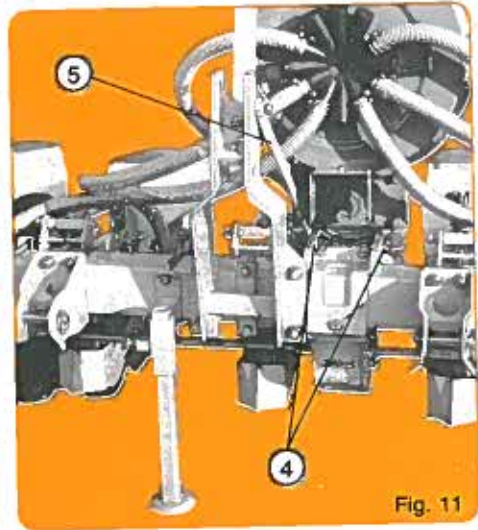

Fig. 11
Les chapes latérales d'attelage ordinaire ① et semi-automatique ② seront peut-être à fixer en contre-ride des éléments semeurs suivant les inter-rangs à réaliser. Ne pas oublier les tirants renfort ⑤. Avec attelage semi-automatique s'assurer que le taquet ③ n'accroche pas, lors des manœuvres, le tracteur ou l'outil de préparation placé à l'avant du semoir. Pour adapter le semoir à la voie du tracteur, l'attelage ordinaire peut être monté en déport d'1/2 inter-rangs (fig. 11). La boîte de distances se place alors à gauche de l'élément central. Supprimer dans ce cas un des paliers ④ et n'utiliser qu'un seul tirant ⑤.
To mount the planter in line with the tractor the standard hitch can be mounted and off-set at half the interrow spacing (fig. 11). The gearbox is then placed to the left of the central metering unit. In that case remove one of the bearing holders ④ and use only one tie strap ⑤.
Um das Dreipunktgestänge seitlich verschieben zu können, wird das Getriebe links vom zentralen Element angeordnet (Abb. 11). In diesem Fall ist der Lagerhalter mit Lager ④ abzubauen und nur eine Strebe zum Dreipunktbock einzusetzen ⑥.
Para adaptar la sembradora a la vía del tractor, se puede montar el enganche ordinario desplazado lateralmente 1/2 entrefila (fig. 11). En este caso la caja de distancias se sitúa a la izquierda del elemento central. Suprimir en este caso uno de los paliers ④ y utilizar un solo tirante ⑤.